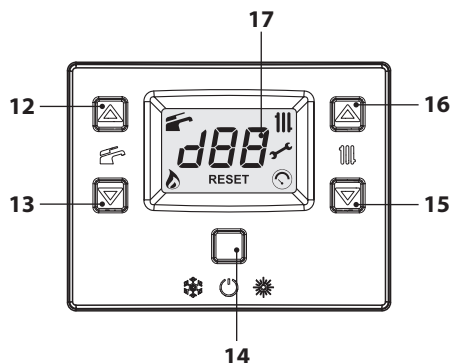

Figura 6.5
- Tenere premuto per 2 secondi il tasto 14 fino a far apparire sul display entrambe i simboli  e  Figura 6.5.
- Spegnerne la caldaia tenendo premuto per 2 secondi il tasto 14 (Figura 6.5) fino a far apparire sul display LCD il simbolo  (i trattini vengono accesi in sequenza per simulare uno scorrimento) (Figura 6.4).